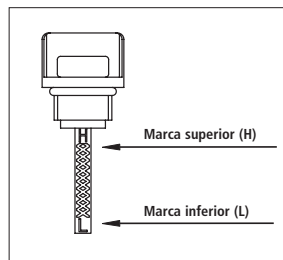

Fig. 11
4. Abasteça com **500 ml** de óleo **10W30 sintético** e verifique o nível de óleo. Para verificar o nível de óleo nos motores é necessário rosquear a tampa até o fim. O nível de óleo deve estar entre a marca superior e inferior do medidor para o correto funcionamento do motor [Fig. 11].
- O nível do óleo deve ser mantido exatamente de acordo com a marcação na vareta [Fig. 11, pág. 09].